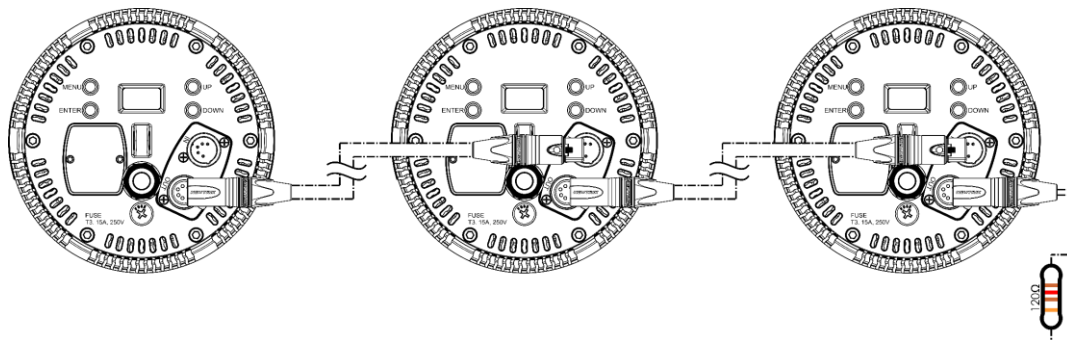

Abb. 13
- 02) Verbinden Sie die gewünschte Anzahl an Geräten auf diese Weise, wie in Abb. 13 gezeigt.